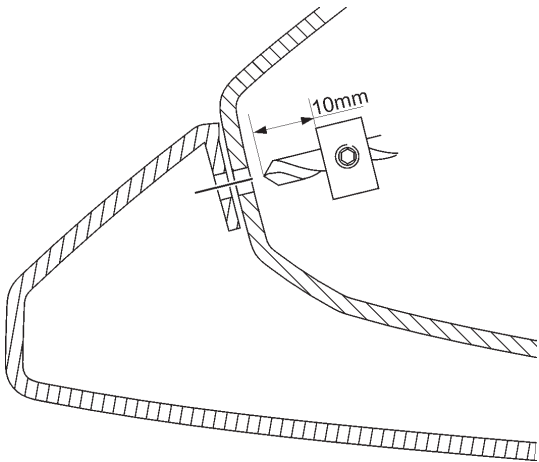

FIGURA 46
27. Perfore un agujero #19 de 4.2m m (0.1660”) a través de la faja y del labio que fija del revestimiento delantero. Utilice un sistema de la parada de la profundidad del taladro hasta 10m m para evitar el perforar a través a la superficie externa del revestimiento. Consulte la figura 46.